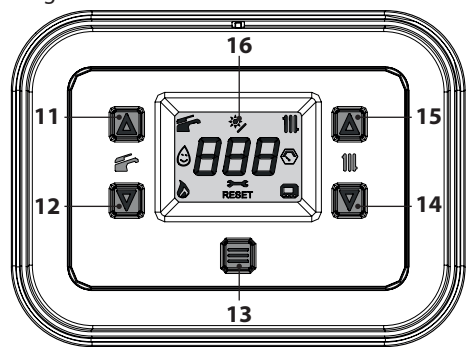

Figura 2.5
- Tenere premuto per 1 secondo il tasto 13 fino a far apparire sul display il simbolo  Figura 2.5.
La temperatura dell'acqua calda di mandata riscaldamento è regolabile agendo sui tasti 14 (diminuzione) e 15 (aumento) (Figura 2.5) da un minimo di circa 25°C ad un massimo di
Comunque se la temperatura ambiente non dovesse essere confortevole si può aumentare o diminuire la temperatura di mandata dell'impianto riscaldamento di $\pm 15^{\circ}\text{C}$ agendo sui tasti 14 (diminuzione) e 15 (aumento) (Figura 2.5).
La temperatura dell'acqua calda sanitaria è regolabile agendo sui tasti 11 (aumento) e 12 (diminuzione) (Figura 2.5) da un minimo di circa 35°C ad un massimo di circa 60°C . Alla prima pressione di uno dei due tasti si ha la visualizzazione del valore di "set", alla seconda pressione si accede alla modifica.
Agendo sui tasti 11 (aumento) e 12 (diminuzione) (Figura 2.5) si modifica la temperatura dell'acqua di mandata al serpentino del bollitore. Alla prima pressione di uno dei due tasti si ha la visualizzazione del valore di "set", alla seconda pressione si accede alla modifica.